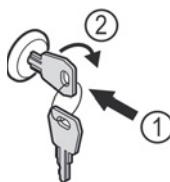

Fig. 52
- Вставьте ключ Fig. 52 (1).
- Поверните ключ на 90° по часовой стрелке Fig. 52 (2).